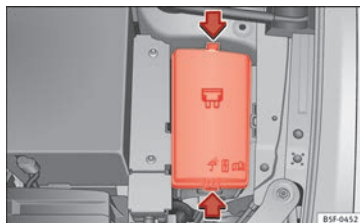

Fig. 103 En el vano motor: tapa de la caja de fusibles.
- Presione las pestañas de bloqueo para desbloquear la tapa de la caja de fusibles » **fig. 103**.